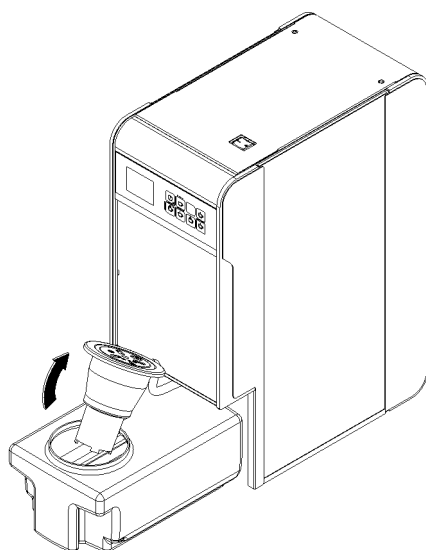

**Bild 1**
**2** Entfernen Sie die Tropfschale (Bild 1).
6 Senken Sie die Frontabdeckung, die Produktabgabedüsen und die Tropfschale in umgekehrter Reihenfolge zu der wie oben beschrieben ab (Bild 1).